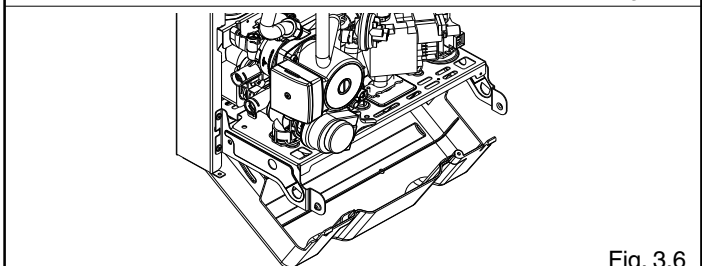

Fig. 3.6
- utilizzando i perni di ancoraggio in dotazione, fissare come indicato in fig. 3.6 la copertura alla mensola